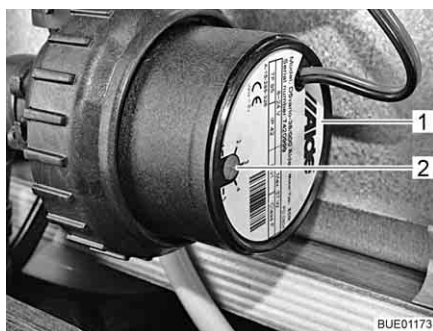

Fig. 186 Reducción de la velocidad
La velocidad de la bomba de circulación se puede ajustar con el regulador giratorio (Fig. 186,2). Con una velocidad reducida disminuyen los ruidos de rodadura de la bomba.
El regulador giratorio se encuentra en la bomba de circulación (Fig. 186,1).
- Girar el regulador giratorio (Fig. 186,2) en sentido contrario a las agujas del reloj. Se reduce la potencia.